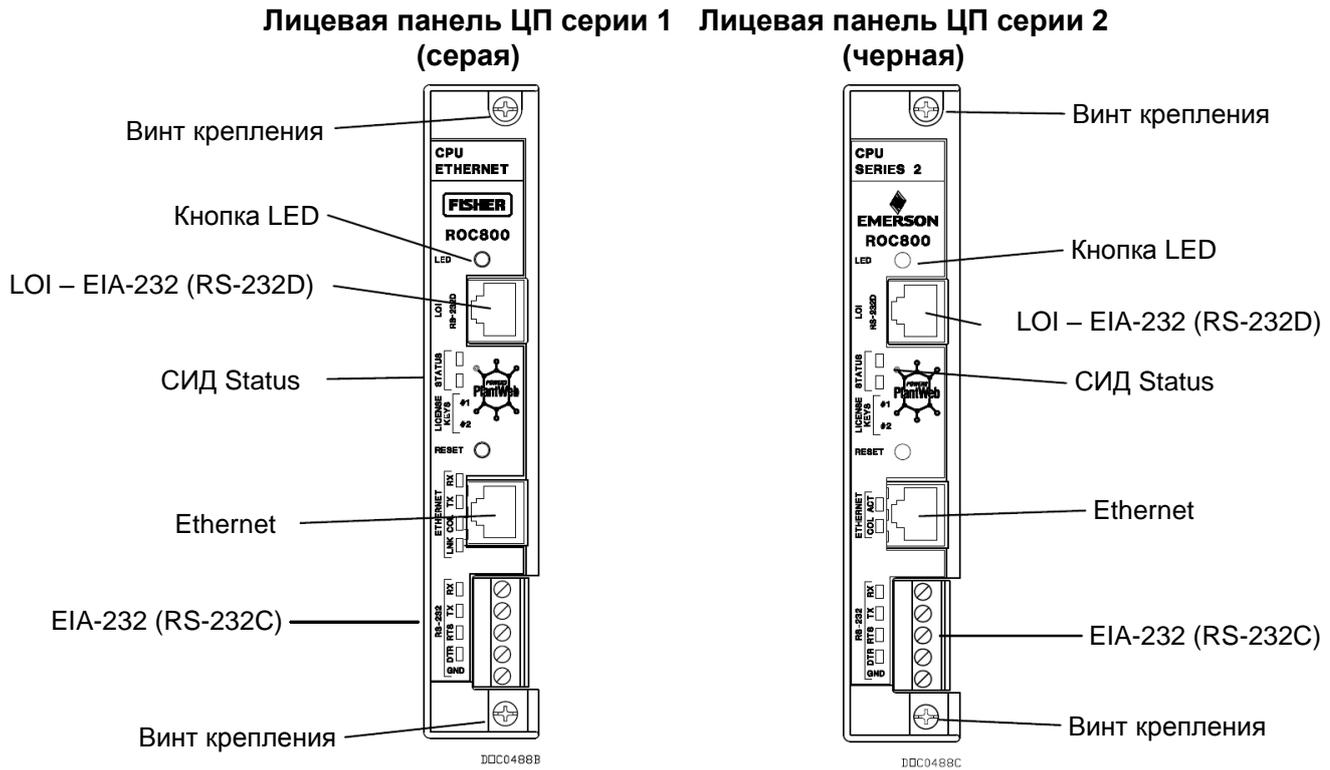

Рис. 2-7. Вид ЦП спереди (модули ЦП серии 1 и серии 2)
В ROC800 используется стандартный центральный процессор (ЦП) серии ROC800, который включает микропроцессор, микропрограмму, разъемы для соединения с объединительной панелью, три встроенных порта передачи данных (два со светодиодами), кнопку включения светодиодов в режиме с пониженным энергопотреблением LED, кнопку сброса RESET, разъемы для лицензионных ключей приложений, светодиод состояния STATUS, подтверждающий исправность системы, и главный процессор (см. *рис. 2-7* и *2-8* и *таблицы 2-1* и *2-2*).
Центральный процессор имеет две кнопки – LED и Reset (см. рис. 2-7 и 2-8):
5. Надежно затяните два винта на лицевой панели модуля ЦП (см. рис. 2-7).